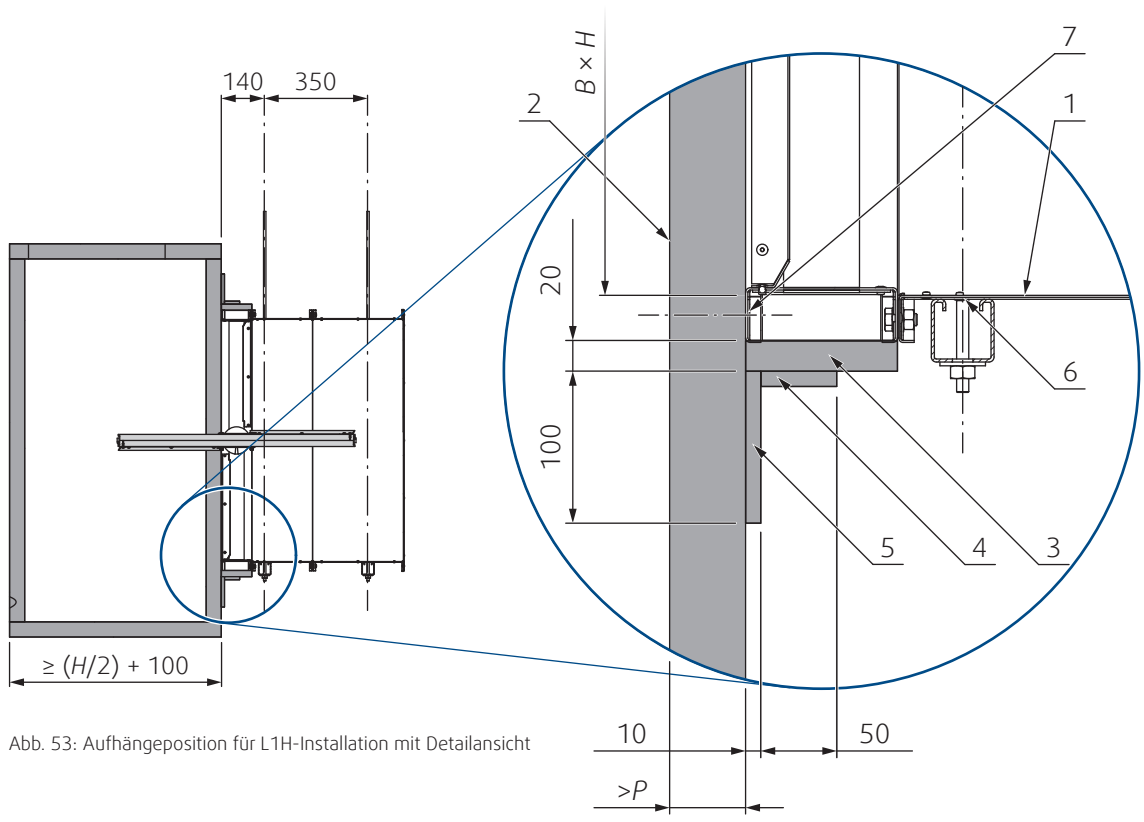

Abb. 53: Aufhängeposition für L1H-Installation mit Detailansicht
1. Kanalanschluss oder -öffnung gemäß Abb. 53 vorbereiten, die Anschlussfläche reinigen.
2. Auf die Anschlussflächen eine Brandschutzschicht (8) gemäß Abb. 53 auftragen.
4. Aus den Platten (4 und 5) einen überlappenden Kragen bilden, wie in Abb. 53 dargestellt.
5. Befestigen Sie den Überlappungskragen mit den Schrauben (6) an der Entrauchungsklappe.